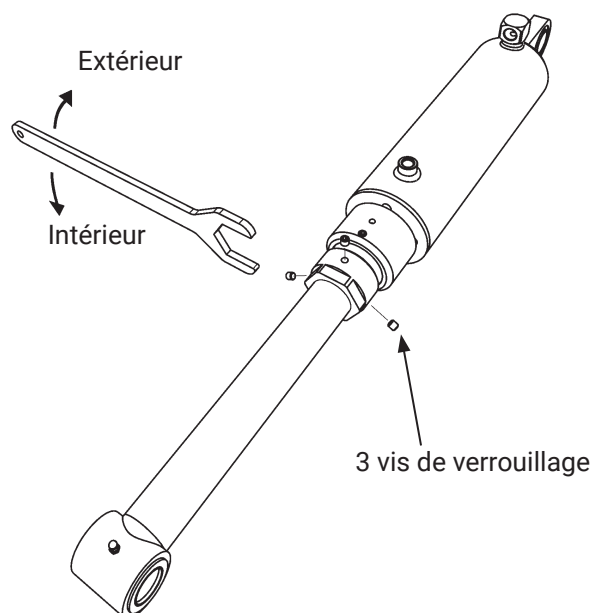

Figure 38. Réglage de l'angle d'inclinaison
5. Desserrer les trois vis de blocage du second vérin d'inclinaison. Figure 38.
6. Tourner le manchon de réglage de sorte que le cylindre d'inclinaison s'adapte contre la fixation sur la plate-forme. Voir Figure 38.